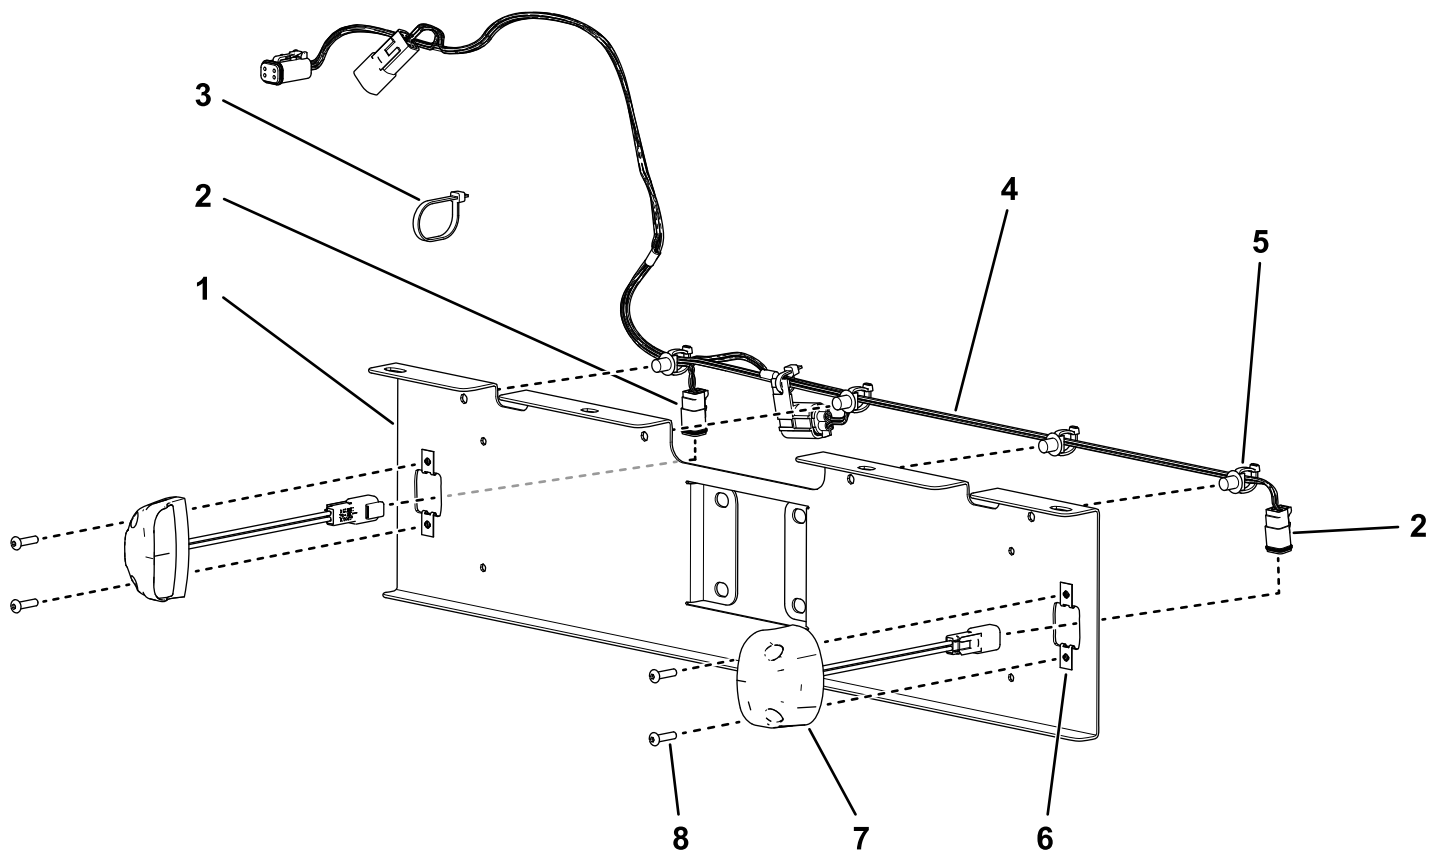

Рисунок 1
1. Проложите жгут проводов номерного знака вдоль верхней части кронштейна номерного знака так, чтобы 2 больших разъема и предохранитель были с левой стороны (Рисунок 1).
2. Прикрепите жгут проводов к кронштейну, вставив 4 вставных держателя на жгute в соответствующие отверстия в кронштейне (Рисунок 1).
3. Проденьте разъемы ламп освещения номерного знака через большие отверстия с обеих сторон кронштейна и соедините их с 2 лампами освещения номерного знака (Рисунок 1).
4. Установите световые приборы на кронштейн с помощью 4 болтов с внутренним шестигранником (#10 x 1 дюйм) и 4 зажимных гаек, как показано на Рисунок 1.